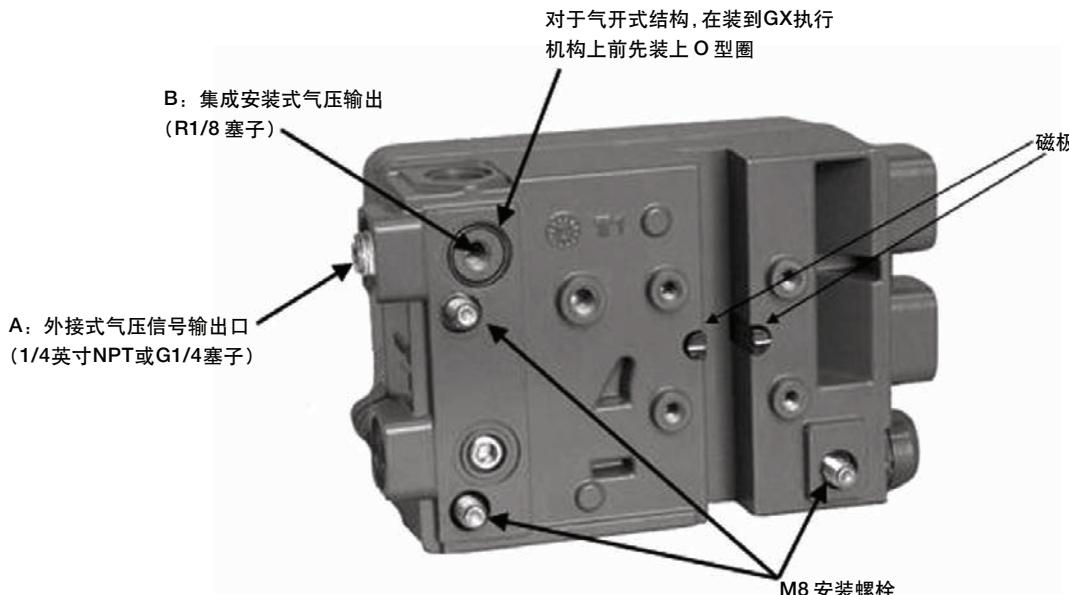

图 3. DVC2000 数字式阀门控制器安装详图
### A. 在气开式 GX 执行机构上安装 DVC2000 (见图 3, 15, 16):
2. 从 DVC2000 壳体背部取下塞子 (R1/8) (图 3 中的 B 口)。这个气压输出口与 GX 执行机构上集成的气源接口相连通（图 14 或 16）。
3. 给外部输出口（图 3 中的 A 口）装上塞子 (G1/4 或 1/4 英寸 NPT，包括在安装套件中）。
5. 用 6 mm 内六角扳手把数字式阀门控制器装到有一个通气孔的 GX 执行机构安装平板上。在数字式阀门控制器输出口和执行机构安装板上的空气接口之间放置一个 O 形圈 (B 口, 如图 3 所示)。不需要安装空气管, 因为空气通道集成在执行机构内部。
### B. 对于气关式 GX 执行机构 (见图 3, 17 或 19):
2. 在气关式结构中, 需要在 DVC2000 壳体背部的空气口 (图 3 中的 B 口) 装上一个 R1/8 塞子。
5. 检查磁性零件同 DVC2000 反馈槽之间的间隙。磁性零件的定位应使得在整个行程范围内, 磁性零件在 DVC2000 反馈槽内产生的读数始终在有效范围内 (见图 3)。
6. 用管子连接 DVC2000 的外部气路输出口 (图 3 中的 A 口) 和执行机构膜盖顶部的空气接口) 见图 17 或 18)。
● 将气关式转换成气开式时, 取下 DVC2000 背部输出口的 R1/8 塞子, 并装上一个 O 形圈 (图 3 中的 B 口)。在外部输出口装上 1/4 英寸 NPT 或 G1/4 塞子 (取决于外壳型号)。(图 3 中的 A 口)。
● 将气开式转换成气关式时, 取下外部输出口的塞子 (图 3 中的 A 口, 1/4 英寸 NPT 或 G1/4 塞子, 取决于外壳型号。) 在 DVC2000 壳体背部的输出口装上 R1/8 塞子 (图 3 中的 B 口)。用管子连接 DVC2000 的外部气路输出口 (图 3 中的 A 口) 和执行机构膜盖顶部的空气接口) 见图 17 或 18)。